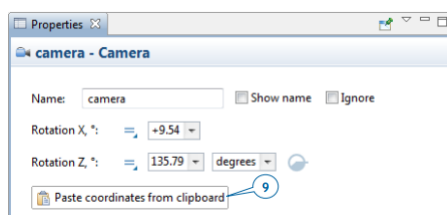

Рисунок 12.5 – Область властивостей
9. В області властивостей камери застосуйте розташування камери, вибране на попередньому кроці, натиснувши «Вставити координати з буфера обміну» (рис. 12.5).